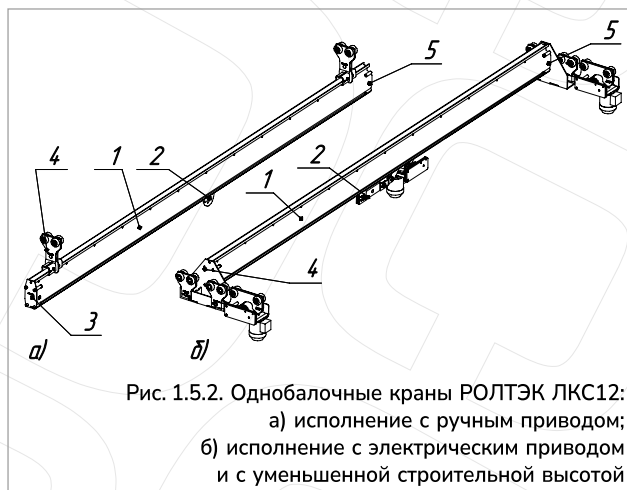

Рис. 1.5.2. Однобалочные краны РОЛТЭК ЛКС12:
**Однобалочный кран** (рис. 1.5.2.) состоит из: